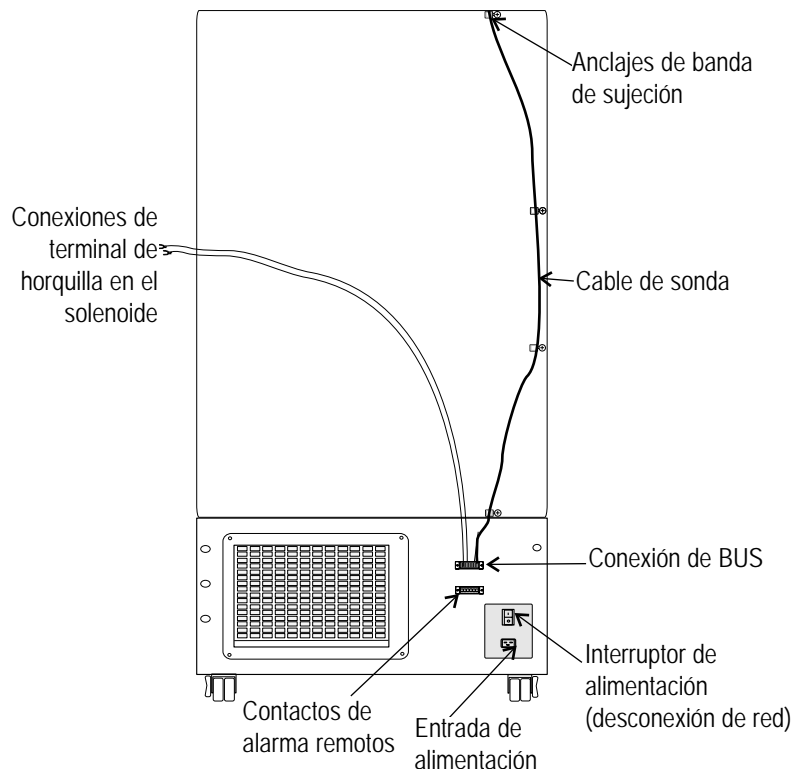

Figura 5-5. Cable de sonda con conexiones de solenoide
1. Extraiga los cuatro tornillos del panel posterior del congelador y utilícelos para montar los anclajes de la banda de sujeción, tal como se ilustra en la Figura 5-5. Asegure el cable de la sonda con las bandas de sujeción.
4. Conecte la alimentación al congelador. Encienda el congelador, con el interruptor de la batería apagado (O).